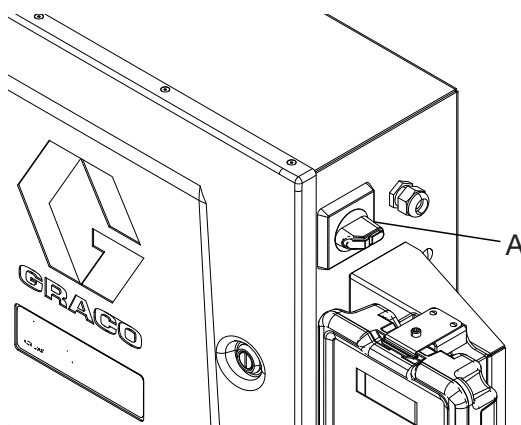

図 14. 電源スイッチ
1. ProMix V を使用する前に、HMI を使用して追加の設定を行う必要があります。電源スイッチを回して ProMix V をオンにします。図 14。